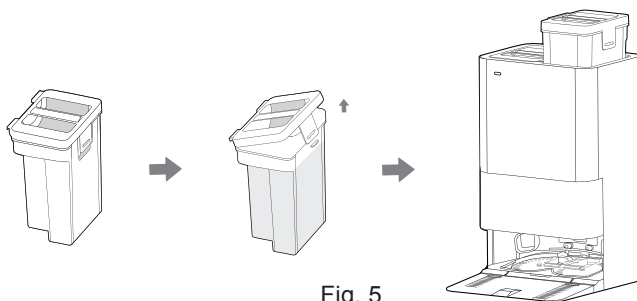

Fig. 5
10. Antes de iniciar a primeira sessão de limpeza, remova o reservatório de água limpa do lado direito, abra a tampa e adicione água limpa com detergente Hoover (35602971-DETHHOOV) [Fig. 5]